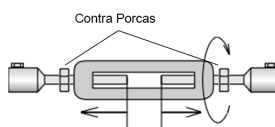

Fig. 2 – abrir esticador
- 4.2 Abrir os esticadores (fig. 2), girando o corpo central e mantendo fixas as alças. Esta abertura permitirá o ajuste fino de tensão no cabo.